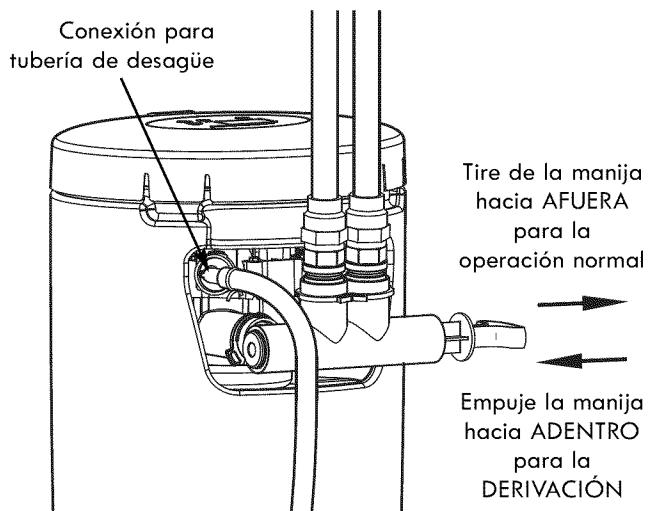

Figura 10
1. Mida, corte según la longitud necesaria y conecte el tubo de desagüe de 3/8 pulg. (se incluye) a la unión para desagüe de la válvula del sistema central de filtrado de agua para toda la casa. (Vea la Figura 10.) Mantenga la manguera en su sitio con una abrazadera.
1. Compruebe que la válvula de una derivación (o la válvula de 3 derivaciones, si se instala) esté en la posición de derivación, con la manija empujada hacia adentro. (Vea la Figura 10.)
(Vea la Figura 10.)